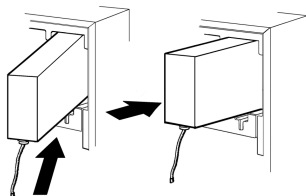

figura 2
- 2 - Inserire il contenitore nel distributore spingendolo fino in fondo (vedere figura 2).